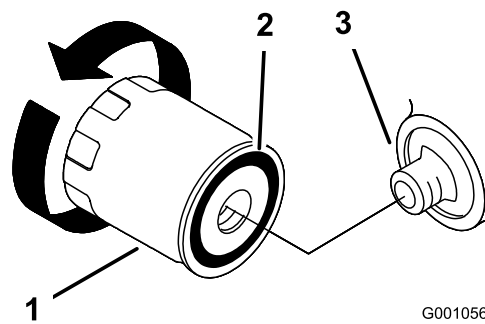
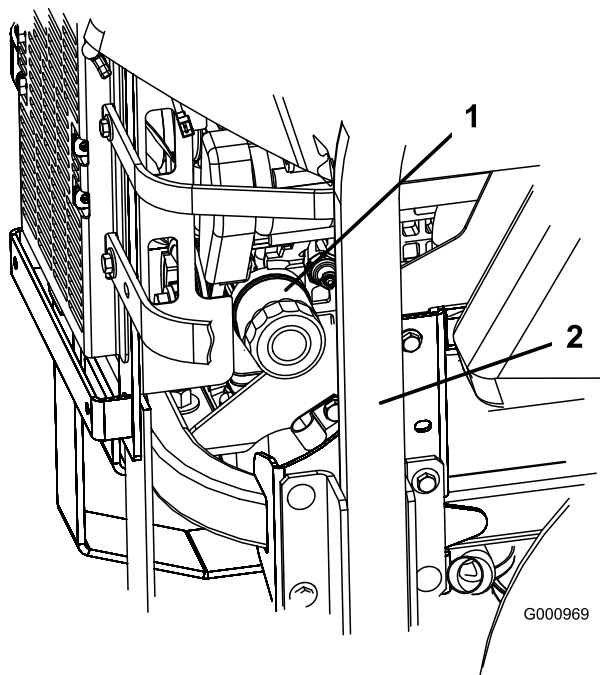

Figure 44
Figure 43
3. Tournez le filtre dans le sens anti-horaire pour le déposer (Figure 43 et Figure 44).